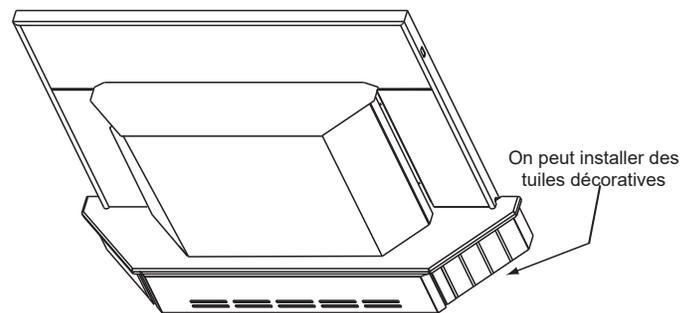

Figure 21.3
**REMARQUE :** Vous pouvez découper des carreaux de céramique d'une épaisseur de 9,5 mm (3/8 po) ou un autre matériau similaire et les placer sous la lèvre du bord supérieur de la garniture comme ornement de finition (**Figure 21.3**).